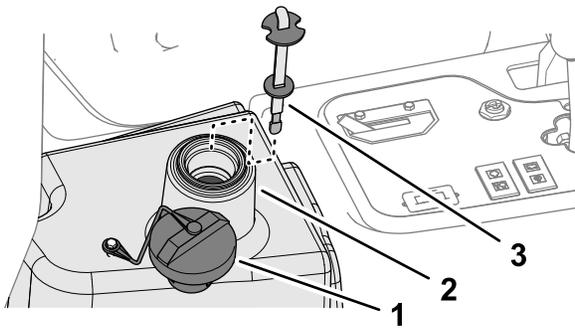

图 87
4. 向液压油箱 图 87 注入约 22.7L 液压油请参阅 液压油规格 \(页码 52\)。